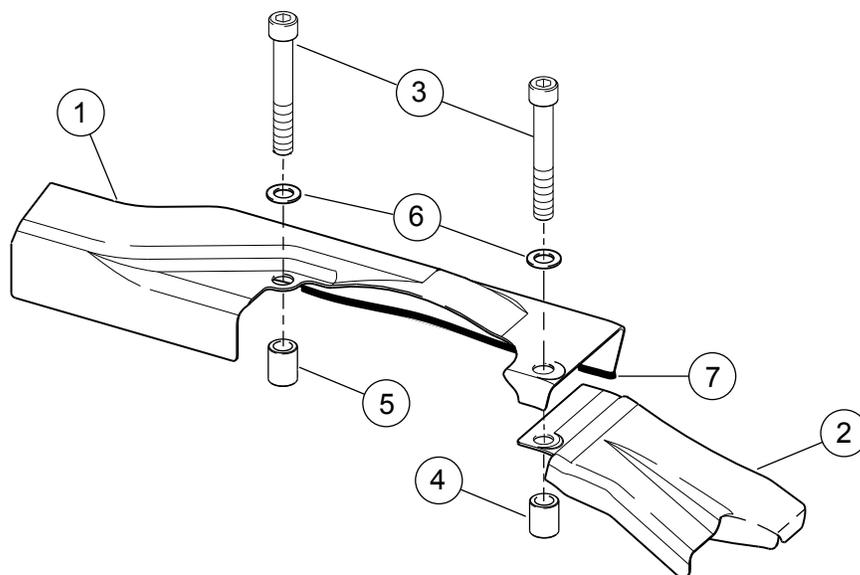

Figura 3. Piezas de servicio: kit de cubierta para la manguera del respiradero
Vea la Figura 3 y la Tabla 1.
1. Vea la Figura 3 y la Figura 1. Alinee el canal "U" de caucho (7) a lo largo de la parte inferior de la pieza de la cubierta (1) delantera (más larga) como se muestra (una parte pequeña pasará sobre la cubierta corta, cuando esté instalada). Puede ser necesario recortar parte del exceso en la longitud del canal "U" cuando se haya instalado.
- La cubierta trasera (corta) (2) debe colocarse primero. Coloque el espaciador más corto (4) sobre el agujero en la ubicación 1. Coloque la cubierta trasera (2) sobre el espaciador, alineando el agujero en la cubierta con el agujero en el espaciador como se indica en la Figura 3.
- Coloque el espaciador más largo (5) sobre el agujero en la ubicación 2. Coloque la cubierta delantera (1) sobre el espaciador (5) para que el agujero en la cubierta quede alineado sobre el espaciador. El agujero trasero en la cubierta delantera (larga) se instalará sobre la cubierta trasera (corta) como se muestra.
- Instale los tornillos (3) y arandelas (6) del kit en los espaciadores y cubiertas. Apriete a 9,5–12 N·m (7–9 ft-lbs). Cuando el kit esté instalado, asegúrese de que el canal "U" encaje firmemente contra la cubierta de la interfaz del motor, de otra manera el canal "U" puede caerse. Puede ser necesario subir o bajar levemente la cubierta de la interfaz para que el ajuste sea firme.